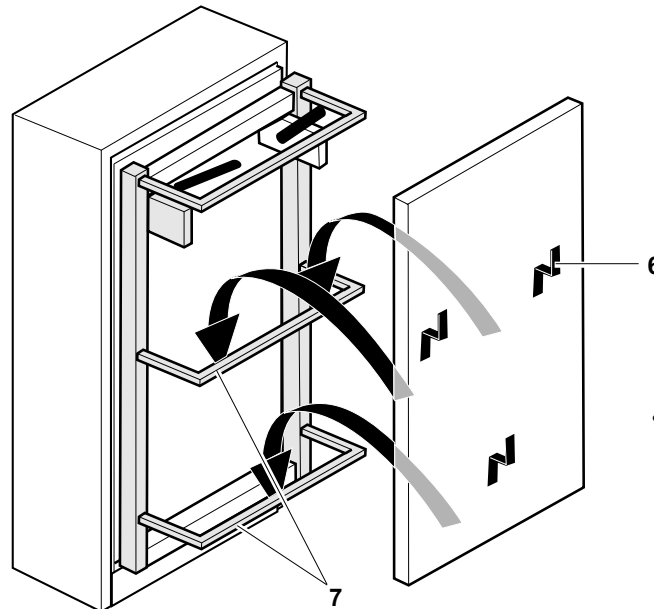

Fig. 13
- Accrocher les équerres de fixation **6** de la plaque avant préparée aux tubes transversaux **7** du cadre de lit, voir **fig. 13**.